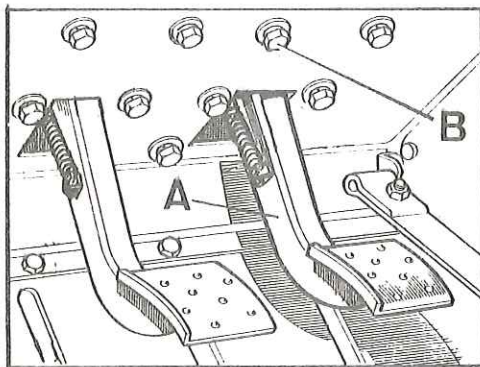

Fig. H-25 Elementos de fijación del soporte del pedal
- 3.4. Extraer los tornillos, A (Fig. H-25) de fijación del soporte del pedal al salpicadero.